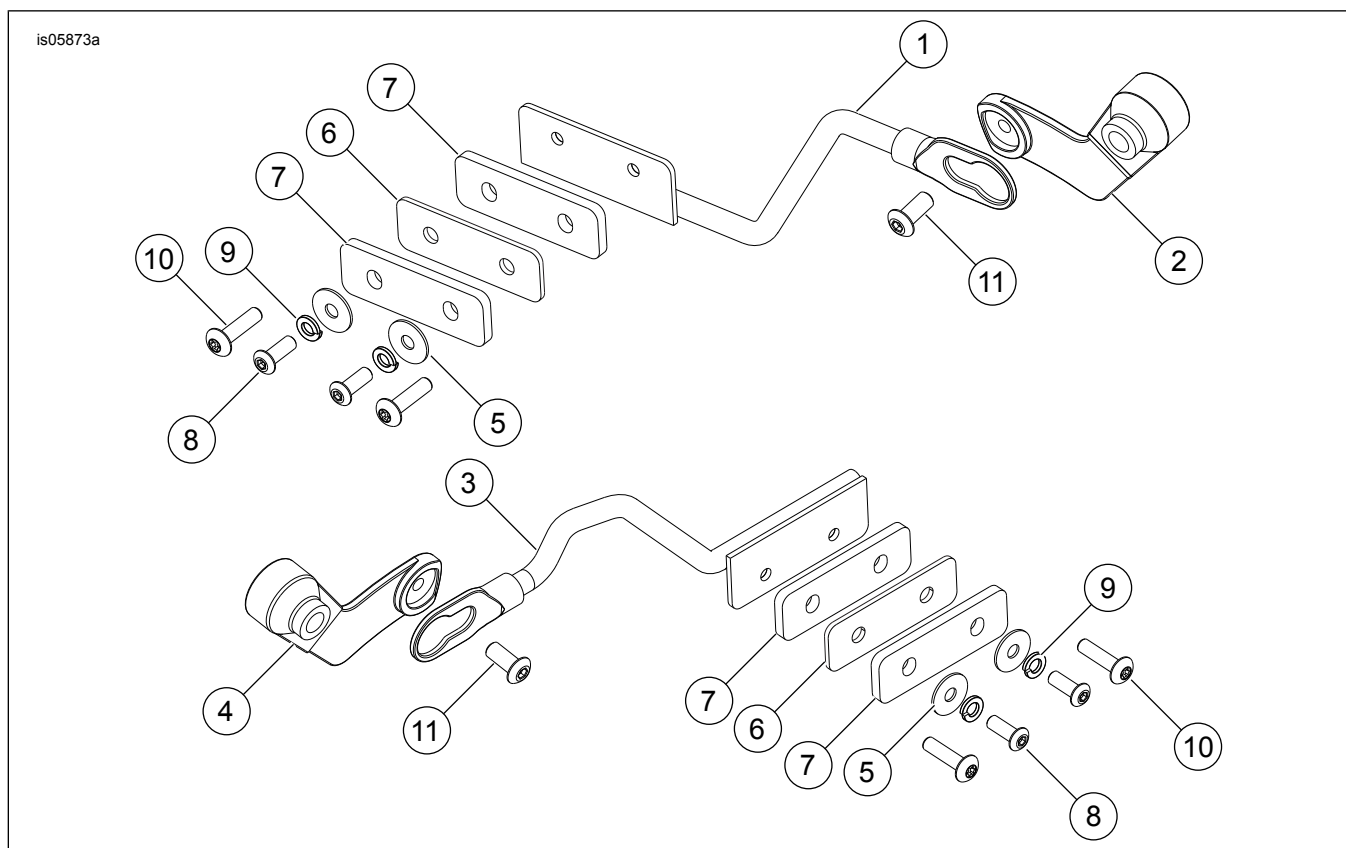

Figura 5. Parti di ricambio: Staffa di sostegno inferiore
Vedere Figura 5 e Tabella 1.
1. Vedere Figura 5. Installare sulla borsa portapacchi la staffa di sostegno inferiore (1 o 3) con l'isolatore (6). **Per i modelli FXDF, FXDFSE e FXDWG 2010:** Installare i distanziali (7), le rondelle del parafrangimento (5) e le rondelle di sicurezza (9) e le viti (10). Non serrare ancora del tutto. **Per tutti gli altri modelli:** Fissarla con le viti (8), le rondelle del parafrangimento (5) e le rondelle di sicurezza (9). Non usare i distanziali (7). Non serrare ancora del tutto.